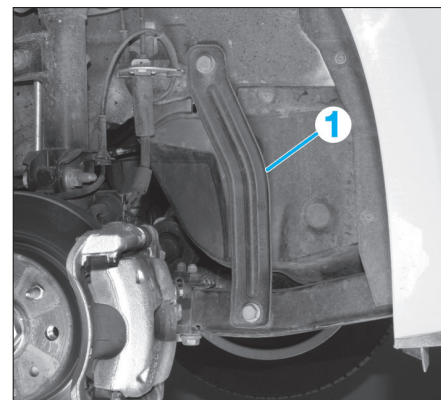

Fig. 14
- Déposer la ferrure (1) (Fig.14).